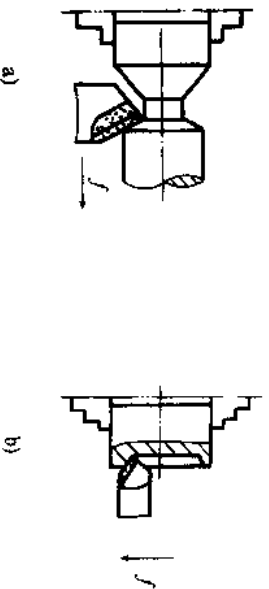

图 1—1
5. 在图 1—1 上指出工件三个表面（已加工表面、过渡表面、待加工表面）的位置。